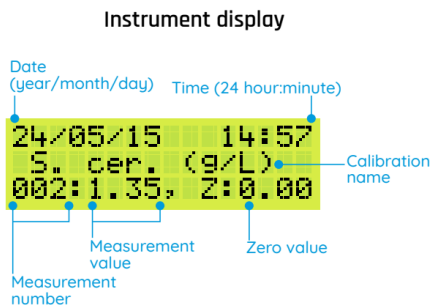

图 1：仪器显示屏
4. 按下设备上的电源按钮开机，仪器显示屏的说明参见 图 1。